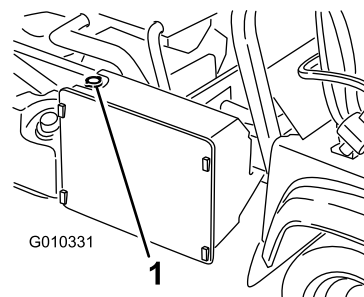

Figura 54
3. Îndepărtați capacul radiatorului (Figura 54).
4. Scoateți capacul rezervorului (Figura 54).
7. Completați nivelul de lichid din radiator și montați capacul (Figura 54).